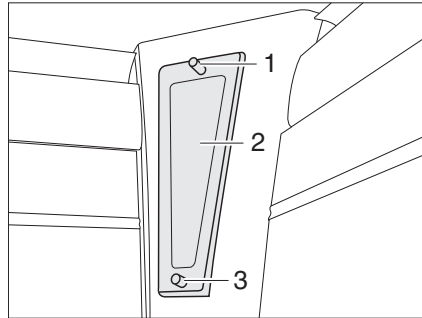

Fig. 177 Iluminación indirecta
- Desenroscar los tornillos de fijación (Fig. 177,1) del panel (Fig. 177,2).